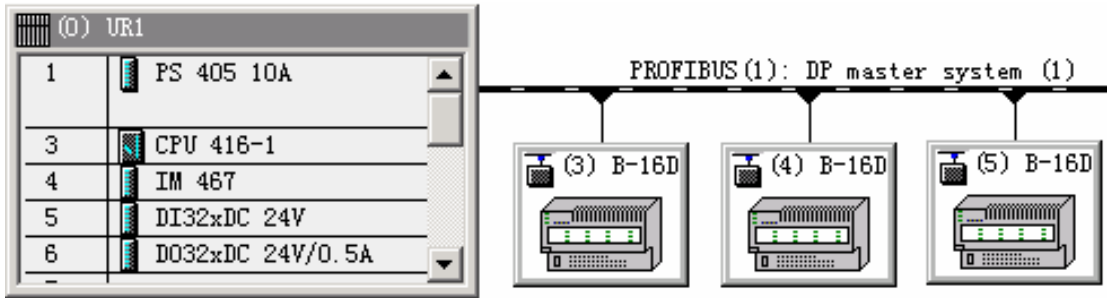
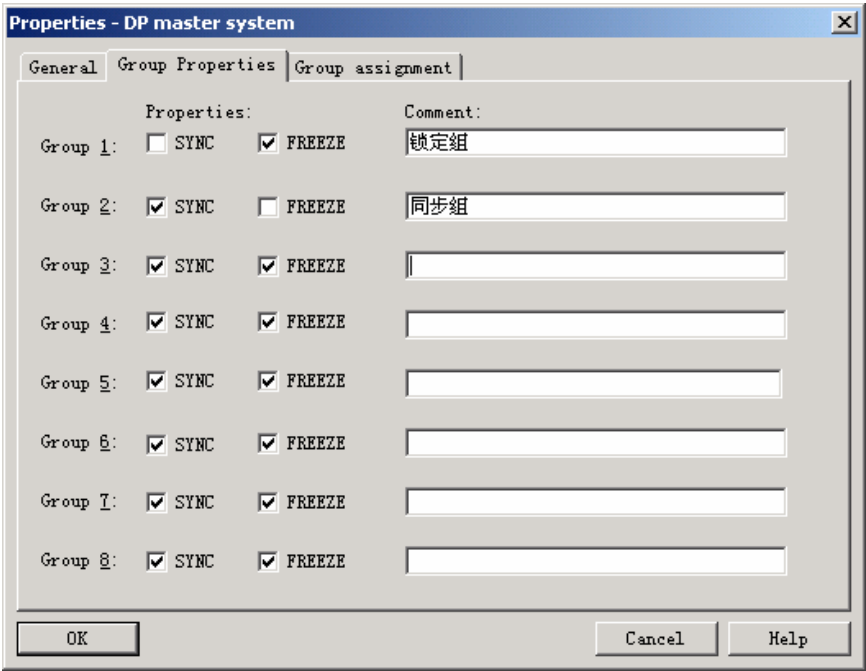

图 7-30 网络组态
图 7-31 设置 SYNC/FREEZE 组的属性
将 B -16DI/16DO DP 拖到图 7-30 中 IM467 的 DP 主站系统网络线
双击图 7-30 中的“PROFIBUS(1): DP master system (1)”网络线，出现“Properties-DP master system”对话框。打开“Group Properties”标签页，用“Properties”下面的小方框选择要指定给各组的特性。图 7-31 中定义组 1 为 FREEZE 组，组 2 为 SYNC 组。在“Comment”列可以为各组附加注释或标志。